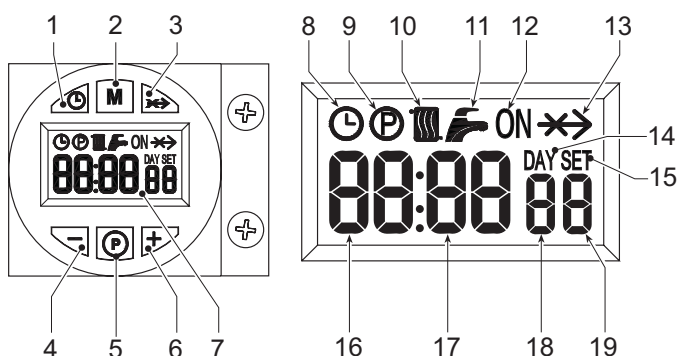

fig. 1 - Pannello comandi
La richiesta d'accensione (generata alla chiusura del contatto sui morsetti 7-8 (vedi fig. 17), in condizioni di default setting) è indicata dall'attivazione del simbolo radiatore (part. 10 - fig. 1).
1. Premere il pulsante impostazione giorno/ora (part. 1 - fig. 1).
2. Sul display (part. 7 - fig. 1), le icone OROLOGIO e DAY lampeggiano: impostare il giorno corrente della settimana attraverso i tasti + e - (part. 4 e 6 - fig. 1), considerando che 1=lunedì, 7=domenica. Confermare il giorno attraverso la pressione del pulsante impostazione giorno/ora (part. 1 - fig. 1).
3. Sul display (part. 7 - fig. 1), le due cifre dell'ORA ATTUALE e l'icona OROLOGIO lampeggiano: impostare l'ora esatta attraverso i tasti + e - (part. 4 e 6 - fig. 1), da 00 a 23. Confermare l'ora attraverso la pressione del pulsante impostazione giorno/ora (part. 1 - fig. 1).
4. Sul display (part. 7 - fig. 1), le due cifre dei MINUTI ATTUALI e l'icona OROLOGIO lampeggiano: impostare i minuti esatti attraverso i tasti + e - (part. 4 e 6 - fig. 1), da 00 a 59. Confermare i minuti attraverso la pressione del pulsante impostazione giorno/ora (part. 1 - fig. 1). Funzionamento Riscaldamento Automatico, Manuale On, Manuale Off
Premendo il pulsante selezione modalità funzionamento (part. 2 - fig. 1) è possibile impostare il:
1. In Funzionamento Automatico, sul display (part. 7 - fig. 1), è visualizzata l'icona OROLOGIO. La richiesta d'attivazione e di disattivazione del bruciatore dipende dal programma settimanale impostato. Nella fascia oraria di richiesta, sul display (part. 7 - fig. 1), è visualizzata anche l'icona ON.
2. In Funzionamento Manuale On, sul display (part. 7 - fig. 1), è visualizzata solo l'icona ON. Il bruciatore risulta sempre in richiesta.
3. In Funzionamento Manuale Off, sul display (part. 7 - fig. 1), non è visualizzata né l'icona ON, né l'icona OROLOGIO. Il bruciatore risulta spento.
Il programma settimanale è pre-impostato con 3 fasce orarie di ON e 3 fasce orarie di OFF: uguali per ogni giorno della settimana. Nella fascia oraria di richiesta, sul display (part. 7 - fig. 1), è visualizzata l'icona ON.
1. Premere il pulsante Programmazione "P" (part. 5 - fig. 1)
2. Selezionare il giorno da programmare attraverso i tasti + e - (part. 4 e 6 - fig. 1):
3. Premere il pulsante Programmazione "P" (part. 5 - fig. 1):
- Utilizzare i tasti + e - (part. 4 e 6 fig. 1) per modificare l'inizio della 1st fascia oraria di ON; esempio 06:00Premere il pulsante Programmazione "P" (part. 5 - fig. 1)
- Utilizzare i tasti + e - (part. 4 e 6 fig. 1) per modificare l'inizio della 1st fascia oraria di OFF; esempio 09:00Premere il pulsante Programmazione "P" (part. 5 - fig. 1)
- Utilizzare i tasti + e - (part. 4 e 6 fig. 1) per modificare l'inizio della 2st fascia oraria di ON; esempio 12:30Premere il pulsante Programmazione "P" (part. 5 - fig. 1)
- Utilizzare i tasti + e - (part. 4 e 6 fig. 1) per modificare l'inizio della 2st fascia oraria di OFF; esempio 14:00Premere il pulsante Programmazione "P" (part. 5 - fig. 1)
- Utilizzare i tasti + e - (part. 4 e 6 fig. 1) per modificare l'inizio della 3st fascia oraria di ON; esempio 16:00Premere il pulsante Programmazione "P" (part. 5 - fig. 1)
- Utilizzare i tasti + e - (part. 4 e 6 fig. 1) per modificare l'inizio della 3st fascia oraria di OFF; esempio 23:30Premere il pulsante Programmazione "P" (part. 5 - fig. 1)
11. Premere il pulsante Programmazione "P" (part. 5 - fig. 1) per 3 secondi, si esce dalla modalità programmazione.
L'accesso al menù parametri avviene premendo il pulsante programmazione "M" (part. 2 - fig. 1) per 5 secondi. Viene visualizzato il parametro "u01": identificato dalla scritta SET 01. Premendo il pulsante "P" (part. 5 - fig. 1) sarà possibile scorrere la lista dei parametri.
Per modificare il valore di un parametro basterà premere i tasti + e - (part. 4 e 6 - fig. 1): la modifica verrà salvata automaticamente. Una volta modificato il parametro, è necessario attendere 3 secondi: il dato lampeggia e viene salvato.
Per uscire dal menù, premere il pulsante "selezione modalità funzionamento - M" (Part. 2 - fig. 1) per 5 secondi.
L'accesso al menù parametri avviene premendo il pulsante programmazione "P" (part. 5 - fig. 1) per 10 secondi. Viene visualizzato il parametro "t01": identificato dalla scritta SET 01. Premendo il pulsante "P" (part. 5 - fig. 1) sarà possibile scorrere la lista dei parametri.